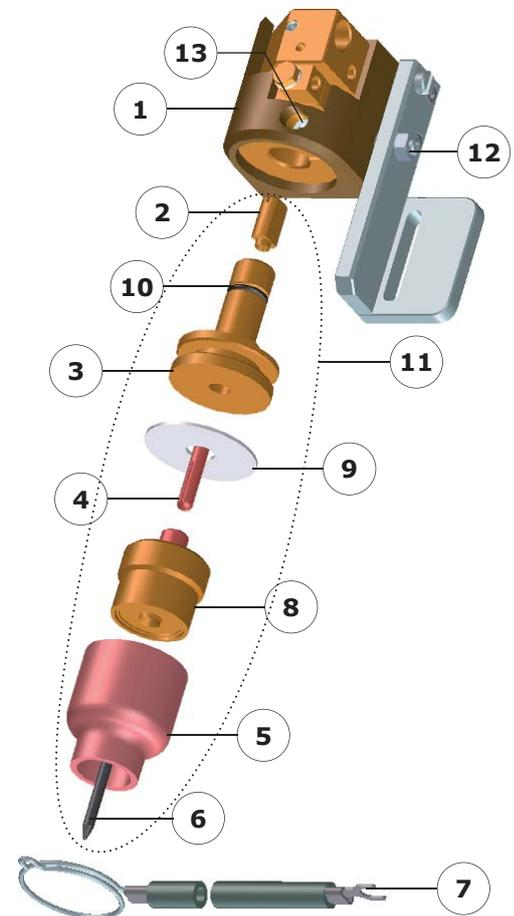

Abb.5.4. – Brenner mit Gaslinseneinsatz
- Brennerisolierung (Abb. 5.4 - Index 1)
- Elektrodenbefestigungsschraube (Abb. 5.4 - Index 2)
- Gaslinsenanschluss (Abb. 5.4 - Index 3)
- Elektrodenspannzange (Abb. 5.4 - Index 4)
- Keramikdüse (Abb. 5.4 - Index 5)
- Elektrode (Abb. 5.4 - Index 6)
- Zündhilfe (Abb. 5.4 - Index 7)
- Gaslinse (Abb. 5.4 - Index 8)
- Teflondichtung (Abb. 5.4 - Index 9)
- Gaslinsenanschlussdichtung (Abb. 5.4 - Index 10)
- Gaslinseneinsatz (Abb. 5.4 - Index 11)
- Die Spitzschraube (Abb. 5.4 - Index 12) lösen.
- Den Gaslinseneinsatz durch Lockern der Halteschraube (Abb. 5.4 - Index 13) lösen.
- Die Wolframelektrode (Abb. 5.4 - Index 6) in die Elektrodenspannzange (Abb. 5.4 - Index 4) einschieben.
- Die beiden Bauteile zusammen in die Gaslinse (Abb. 5.4 - Index 8) einsetzen.
- Die Baugruppe mit der Teflondichtung (Abb. 5.4 - Index 9) in den Gaslinseneinsatz (Abb. 5.4 - Index 3) stecken.
- Die Teile durch Eindrehen der Elektrodenbefestigungsschraube (Abb. 5.4 - Index 2) zusammenhalten.
- Die Keramikdüse (Abb. 5.4 - Index 5) auf die Gaslinse schrauben.
- Den Gaslinseneinsatz in die Brennerisolierung (Abb. 5.4 - Index 1) einsetzen.
- Den Gaslinseneinsatz (Abb. 5.4 - Index 11) durch Anziehen der Halteschraube (Abb. 5.4 - Index 13) befestigen.
- Die Spitzschraube (Abb. 5.4 - Index 12) anziehen.